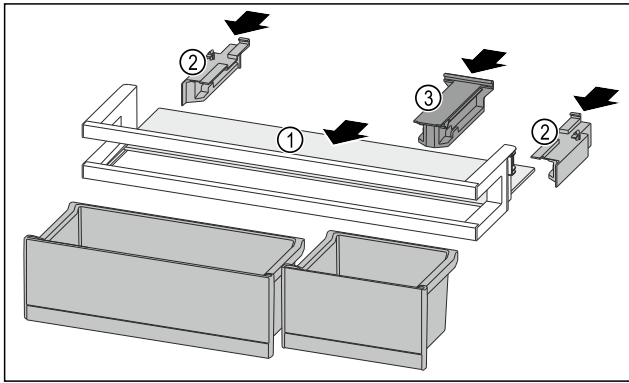

Fig. 100
- ▶ Abstellfläche Fig. 100 (1) in die seitlichen Einsparungen einschieben.
- ▶ Seitenteile Fig. 100 (2) einsetzen.
- ▶ Halteteil Fig. 100 (3) einsetzen.